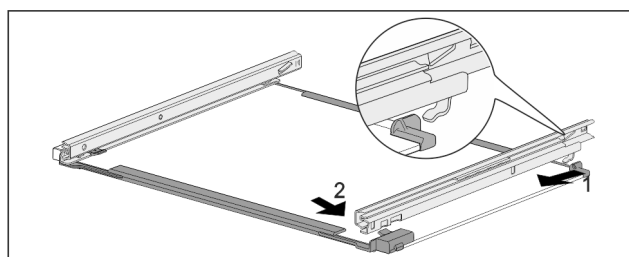

Fig. 149 Skleněná deska s kolejničkami
- ▶ Zahákněte kolejničku vzadu. Fig. 149 (1)
- ▶ Zaklapněte kolejničku vpředu. Fig. 149 (2)